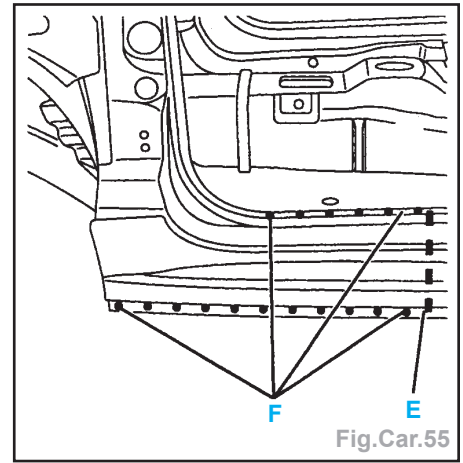

Fig.Car.55
- par cordons successifs en **E** au MIG et meuler (Fig.Car.55).